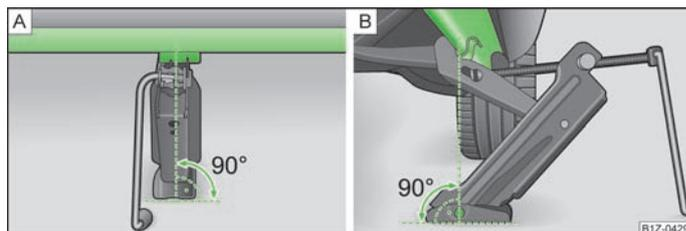

Abb. 160 Wagenheber ansetzen
- Den Wagenheber so ansetzen, dass die Klaue den Steg » Abb. 160 -  unter der Markierung umfasst.
- › **Abb. 160** zur Stelle, an der die Klaue den Steg umfasst, befindet.